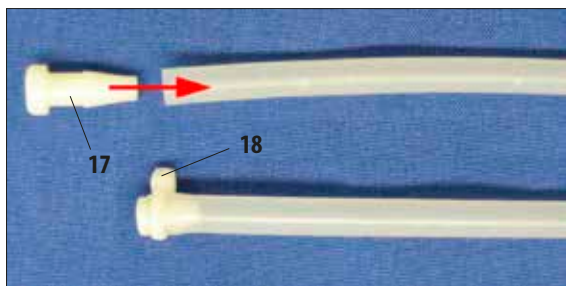

图 27
如果只需要一个或两个冲洗缸，则必须将没有用到的软管用塞子 (17) 密封起来，如图 27 所示。
- 为此，请边拧边推塞子使其完全插入到软管末端，然后用管扣 (18) 固定它。